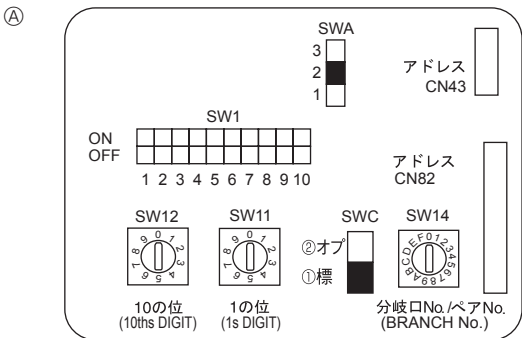

Fig. 6-4
- ③ Drahtlose Fernbedienung (bei Einbau eines Funksignalempfängers)
6.5. Adressen einsetzen (Fig. 6-4)
6.6. Schaltereinstellung für unterschiedliche Deckenhöhen (Fig.6-4)
6.7. Messen der Raumtemperatur mit dem in eine Fernbedienung eingebauten Temperaturfühler (Fig.6-4)